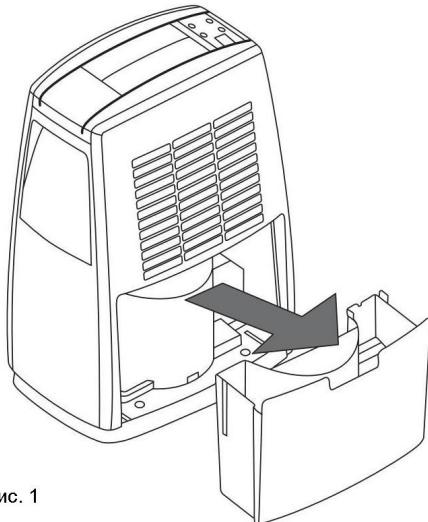

Рис. 1
- При наполнении резервуара для воды загорится красная лампочка “Tank full”, прибор отключится. Подождите примерно 15 минут, прежде чем извлечь резервуар, чтобы оставшаяся вода могла стечь в него. Осторожно извлеките резервуар, чтобы не повредить поплавок, и вылейте воду (рис. 1 + 2).